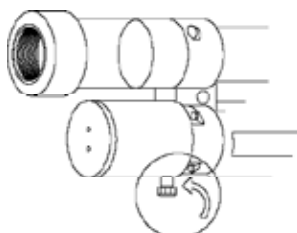

fig. 7b
- 2) luego atornille la cabeza de la tapa en el tornillo hasta que la máquina se reinicie por completo (fig 7b);
- 3) al final del procedimiento, devuelva la tapa del dispositivo de emergencia (C) a las condiciones iniciales.